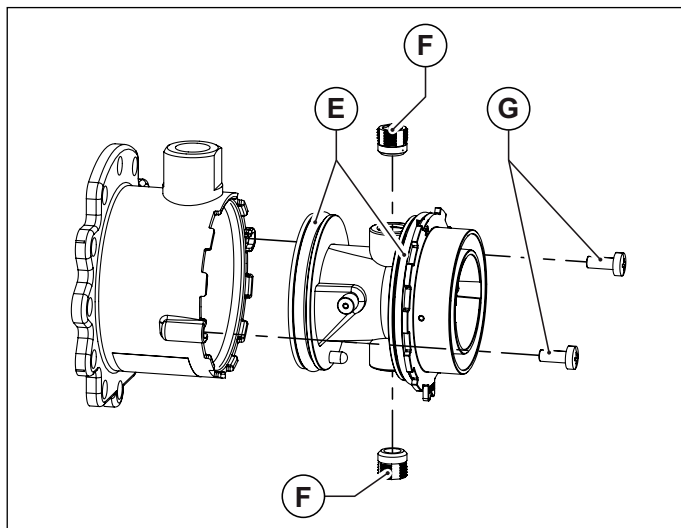
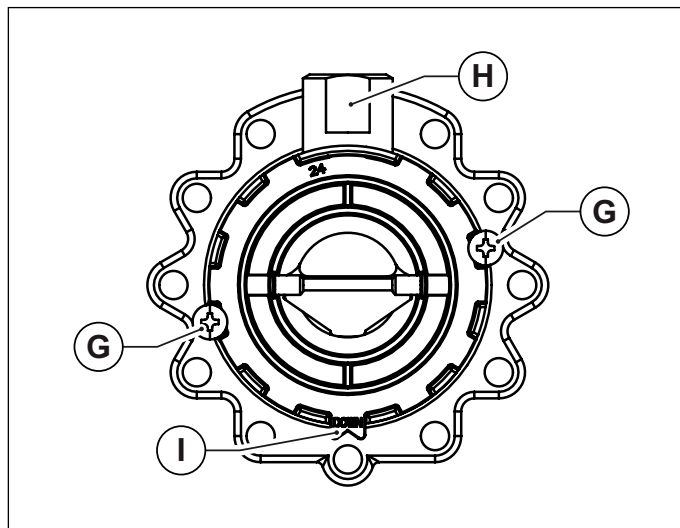

Fig. 28 Corpul din plastic al amestecătorului
Fig. 29 Orientare pentru montaj
- Desfaceți corpul din plastic al amestecătorului, deșurubând cele două șuruburi de fixare (vezi Fig. 28 Corpul din plastic al amestecătorului).
- Desfaceți cele două duze ale amestecătorului utilizând o cheie cu imbus de 6 mm (vezi Fig. 28 Corpul din plastic al amestecătorului).
- Montați din nou corpul din plastic (Venturi) introducându-l în amestecător și înșurubând șuruburile de fixare, având grijă să nu deteriorați garniturile inelare montate la extremitățile corpului din plastic (vezi Fig. 28 Corpul din plastic al amestecătorului) și să respectați orientarea montajului (vezi Fig. 29 Orientare pentru montaj).
- Montați amestecătorul reasamblat la ventilator cu șuruburile cu imbus, având grijă să re poziționați între amestecător și ventilator, garnitura inelară de etanșare (vezi Fig. 28 Corpul din plastic al amestecătorului).